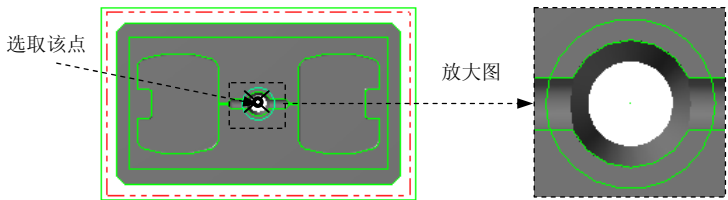

图 20.27 绘制圆形边界
Step1. 绘制圆形边界。单击顶视图按钮，选择**C 绘图** → **A 圆弧** → **C 圆心+点...**命令，在图形区中选取图 20.27 所示的点，然后在**后**的文本框中输入 8，按 Enter 键。单击**✓**按钮，完成圆形边界的绘制，结果如图 20.27 所示。